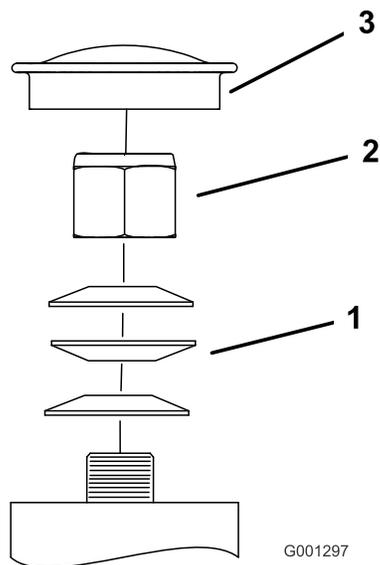

Figura 60
3. Retire el tapón guardapolvo de la rueda giratoria y apriete la contratuerca (Figura 60).
4. Apriete la contratuerca hasta que las arandelas de muelle estén planas, luego afloje la contratuerca $\frac{1}{4}$ de vuelta para establecer la pre-carga correcta de los cojinetes (Figura 60).
- Importante:** Asegúrese de que las arandelas de muelle están correctamente instaladas, según se muestra en la Figura 60.
5. Coloque el tapón guardapolvo (Figura 60).